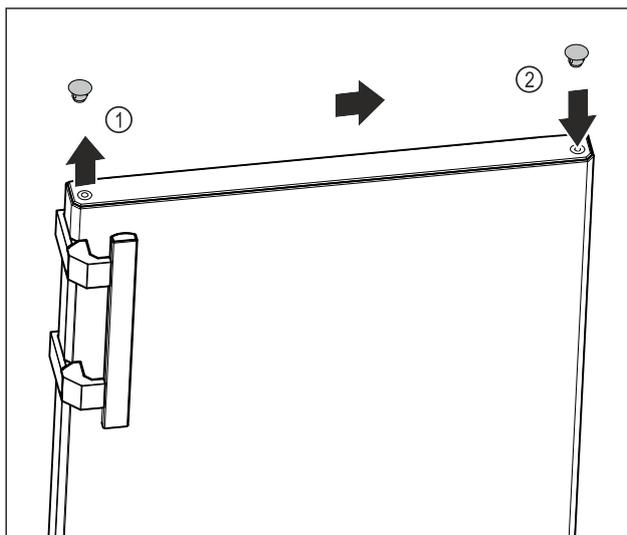

Fig. 18
- ▶ Oprezno podignite pokrovni čep na gornjoj strani vrata Fig. 18 (1) s pomoću križnog odvijača.
- ▶ Umetnite pokrovni čep na suprotnu stranu. Fig. 18 (2)